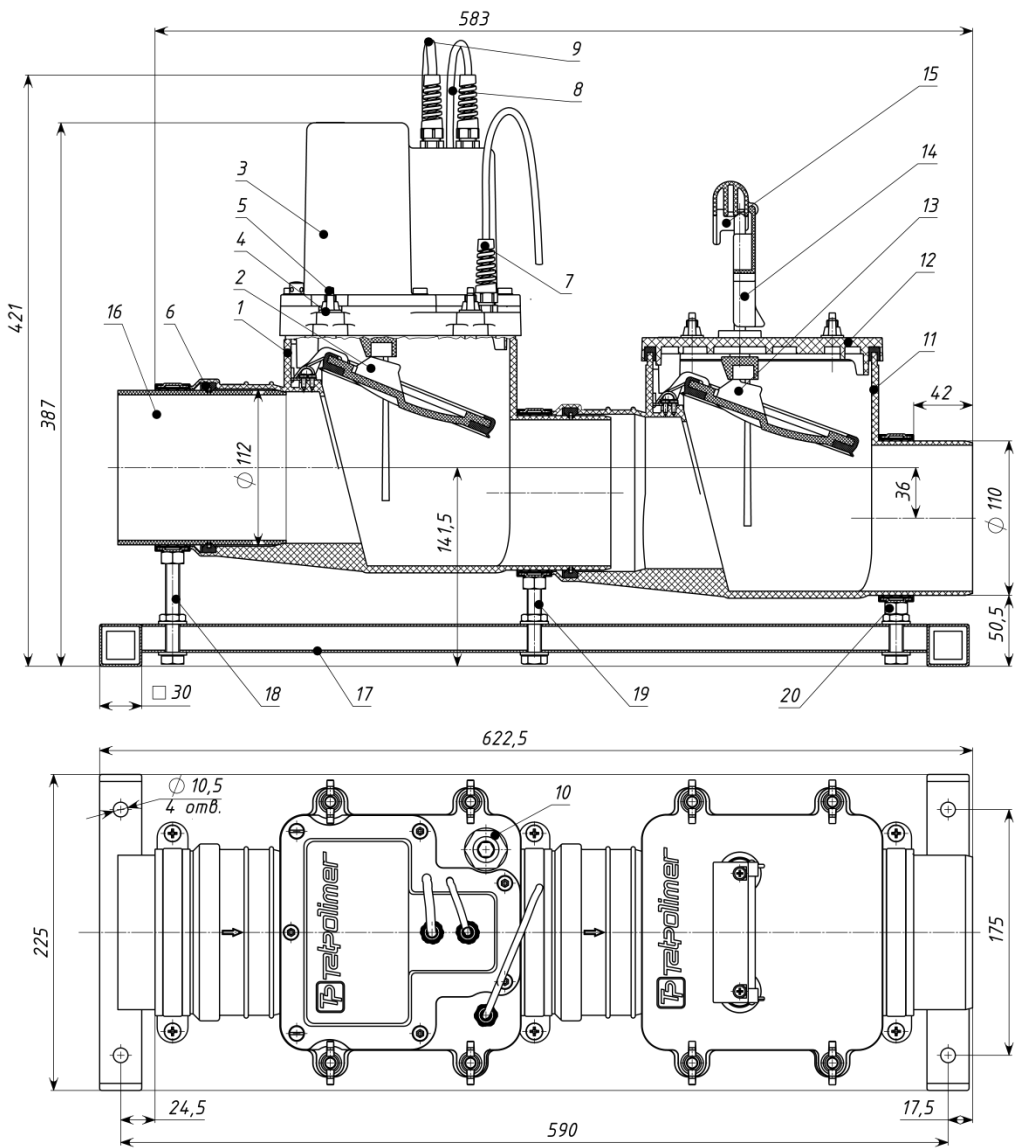
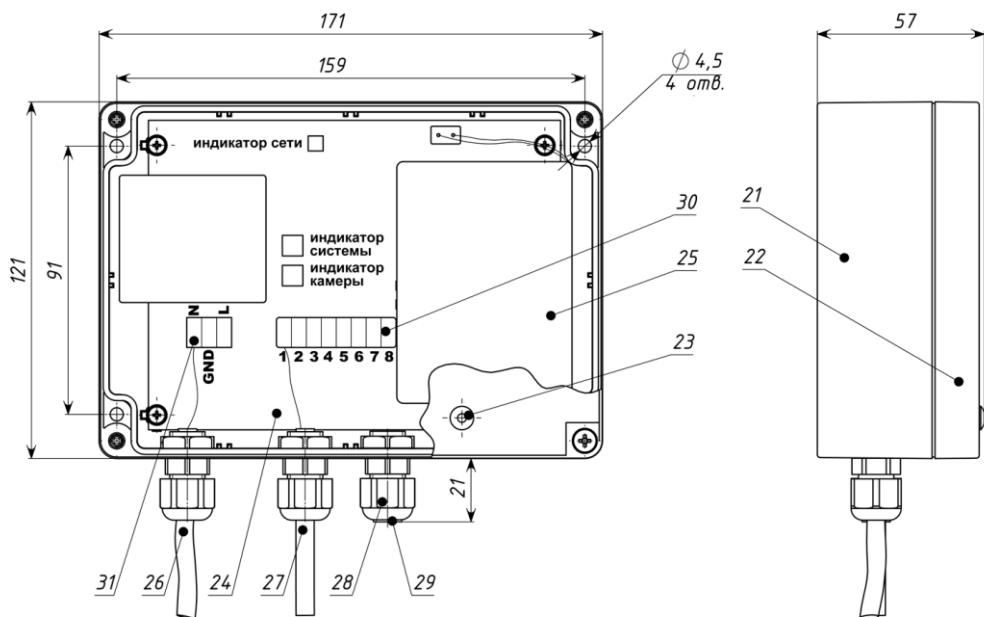
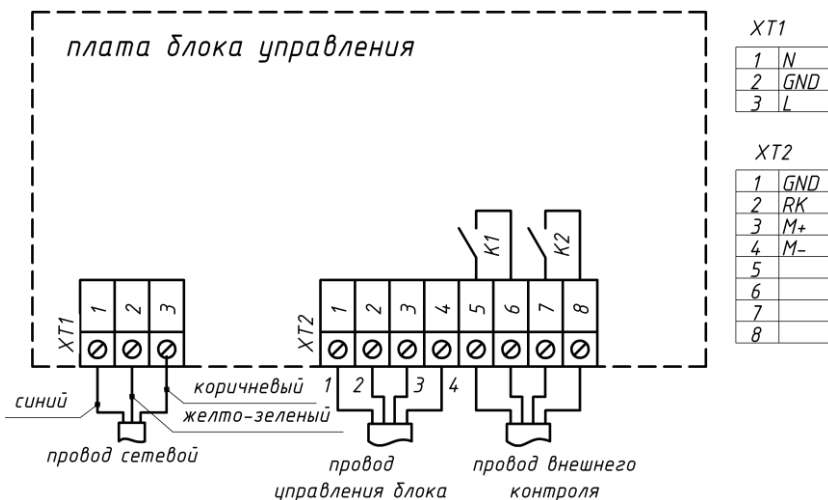

Рис. 1. Камеры на раме
Рис. 2. Блок управления
Рис. 3 Схема расположения контактов блока управления
Основные размеры приведены на рис. 1 и 2.
В состав камер затвора и рамы входят (рис. 1):
В состав блока управления входят (рис. 2):
Блок управления и камера с электроприводом электрически связаны между собой соединенными через разъем проводами 9 и 27 (рис. 1 и 2).
Система запирания затвора представляет собой две камеры, установленные последовательно и снабженные автоматическим электроприводом, а также ручным приводом с запирающими заслонками 2 и 13 (рис. 1). В **нормальном** режиме работы при отсутствии подтопления заслонки находятся в открытом положении. При этом на блоке управления (рис. 2) на индикаторе камеры сигналы отсутствуют, горят **зеленым** индикатор сети и системы. Контакты K1 и K2 (рис. 3) замкнуты.
Во время подтопления стоками выше 70% от внутреннего диаметра подающей трубы затвора, поступает сигнал с датчика 7 в блок управления. Микроконтроллер блока управления подает сигнал электроприводу на закрытие, заслонка 2 закрывается и перекрывает обратный ток стоков. На блоке управления при этом включается звуковой сигнал и загорается индикатор камеры сначала **синим** (обнаружение стоков), затем после закрытия – **красным** цветом (затвор закрыт). Контакты K1 (рис. 3) замкнуты, а контакты K2 разомкнуты.
В случае отключения электроэнергии устройство полностью сохраняет свою работоспособность в течение максимум 96 ч благодаря встроенному необслуживаемому аккумулятору. При этом на индикаторе сети сигнал отсутствует, индикатор системы горит **зеленым**, контакты K1 и K2 (рис. 3) разомкнуты. По мере разрядки аккумулятора на индикаторе системы (рис. 2) может периодически пульсировать или загораться **зеленый** цвет и подаваться звуковой сигнал.
Перед подсоединением затвора к канализационной магистрали нужно удалить транспортировочный патрубок 16 (рис. 1), отвернув для этого на длинном хомуте 18 два винта и снять верхнюю скобу хомута, затем подсоединить в место патрубка 16 канализационную трубу (компенсационный патрубок). После подсоединения затвора к канализационной трубе верхнюю скобу хомута 18 необходимо установить на место и надежно зафиксировать двумя винтами до плотного обжатия трубы. **Эксплуатация без закрепленной верхней скобы запрещена**, т.к. может привести к потере герметичности при подтоплении в результате смещения одной из камер затвора.
1. Проверить от руки затяжку гаек-барашек 5 (рис. 1) электропривода 3 и крышки 12 (для удобства обслуживания, если необходимо, допускается замена гаек-барашек на гайки под ключ, входящие в комплект);
3. Проверить соединение розетки двухконтактного разъема провода 8 датчика привода (рис. 1) с вилкой датчика 7;
4. Проверить соединение вилки четырехконтактного разъема провода 9 управления привода (рис. 1) с розеткой провода 27 управления блока (рис. 2);
6. Вынуть аккумулятор 25 (рис. 2) из корпуса 21 блока и подключить двухконтактный разъем к ответной части на плате управления 24 (соблюдать полярность при подключении);
11. Дождаться зарядки аккумулятора в течении 6 ч (полная зарядка аккумулятора происходит в течение 48 ч, при этом на индикаторе системы (рис. 2) может периодически пульсировать или загораться **зеленый** цвет и подаваться звуковой сигнал);
1. Вынуть заглушку 23 крышки (рис. 2) на крышке 22 блока;
3. Дождаться когда на блоке управления загорится индикатор камеры **красным** цветом (затвор закрыт) и включится звуковой сигнал (контакты K1 и K2 (рис. 3) остаются в том же состоянии, что и до входа в тестовый режим);
4. Закрывать вручную заслонку 13 (рис. 1) освободив фиксатор 14 и опустив рукоятку толкателя 15 вниз до характерного щелчка;
2. Вынуть заглушку 23 крышки (рис. 2) на крышке 22 блока;
4. Дождаться когда на блоке управления загорится индикатор камеры **красным** цветом (затвор закрыт) и включится звуковой сигнал (контакты K1 (рис. 3) остаются в том же состоянии, что и до входа в тестовый режим, т.е. замкнуты, а K2 разомкнутся на время закрытого состояния затвора);
5. Дождаться когда произойдет опрос датчика, и при обязательном условии отсутствия подтопления, электропривод 3 (рис. 1) откроет заслонку 2, а звуковой сигнал прекратится (контакты K1 и K2 (рис. 3) остаются в рабочем замкнутом состоянии);
6. Установить на место заглушку 23 на крышке 22 блока (рис. 2).
2. Отвернуть гайку с защитой от перегиба на датчике 7 (рис. 1) и вынуть датчик из посадочного места;
3. Вынуть заглушку крышки 23 (рис. 2) на крышке 22 блока;
5. Дождаться когда на блоке управления загорится индикатор камеры **красным** цветом (затвор закрыт) и включится звуковой сигнал (контакты K1 и K2 (рис. 3) разомкнуты);
6. Дождаться когда произойдет опрос датчика, и при обязательном условии отсутствия подтопления, электропривод 3 (рис. 1) откроет заслонку 2, а звуковой сигнал прекратится (контакты K1 и K2 (рис. 3) разомкнуты)
9. Установить на место заглушку 23 (рис. 2) на крышке блока 22;
10. Подключить блок управления к сети, вставив вилку провода сетевого в розетку 220 В (контакты К1 и К2 (рис. 3) замкнуты);
В алгоритме работы блока управления затвора предусмотрено **принудительное закрытие и открытие** заслонки 2 (рис. 1). Принудительное закрытие осуществляется в следующей последовательности:
1. Вынуть заглушку крышки 23 (рис. 2) на крышке 22 блока;
3. Дождаться когда на блоке управления загорится индикатор камеры **красным** цветом (затвор закрыт) и включится звуковой сигнал (контакты К1 и К2 (рис. 3) остаются в том же состоянии, что и до входа в тестовый режим).
Открытие затвора (выход из второго тестового режима) происходит при повторном кратковременном нажатии на тестовую кнопку. Заслонка 2 (рис. 1) при этом открывается принудительно вне зависимости от наличия стоков, т.е. вне зависимости сигналов с датчика. После открытия заслонки блок переходит в обычный режим и начинает реагировать на датчик.